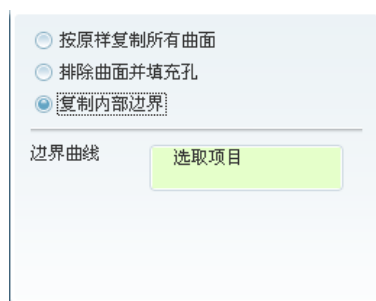

图 6.2.46 复制内部边界
-  复制内部边界 单选按钮：仅复制边界内的曲面。操作界面如图 6.2.46 所示。